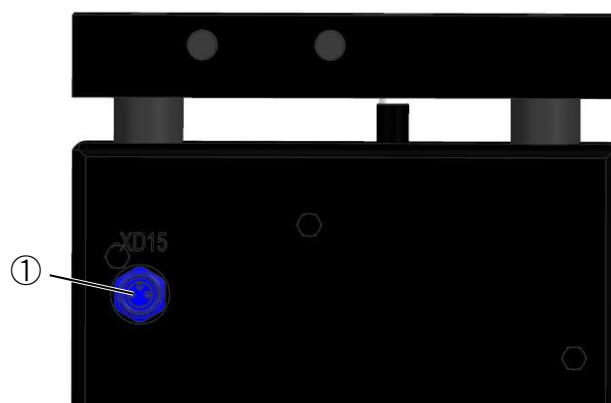

図 13:DDC ボックスの-XD15 接続の位置
3. DDC ボックスのコネクション-XD15(図 13、①)から出ているファンのケーブルを取外します。